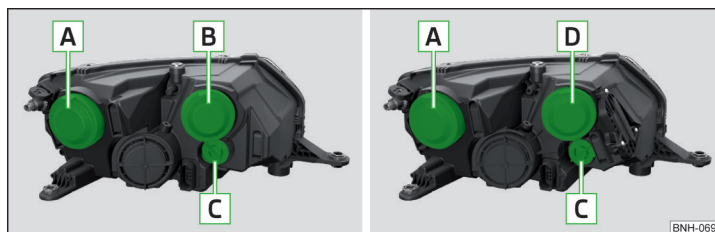

Fig. 262 Faro frontal izquierdo: Faros proyectores halógenos / Faros proyectores halógenos con luz diurna de LED
Orden de bombillas » fig. 262
- Retirar la tapa protectora **B** » fig. 262 de la pág. 232.
- Colocar la tapa protectora **B** » fig. 262 de la pág. 232.
- Retirar la tapa protectora **A** » fig. 262 de la pág. 232.
- Retirar la tapa protectora **D** » fig. 262 de la pág. 232.